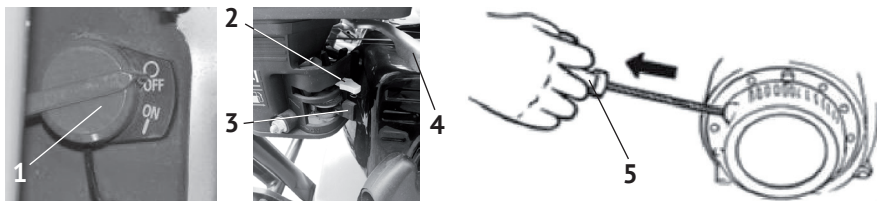

рис.3
- перевести выключатель зажигания (рис.3 поз.1) в положение «Включено» (ON);
- рычаг воздушной заслонки (рис.3 поз.2) перевести в крайнее левое положение «закрыто» при пуске холодного двигателя (для прогретого двигателя рычаг устанавливается в промежуточном положении);
- кран подачи топлива (рис.3 поз.3) повернуть вправо в положение «Включено» (ON);
- перевести рычаг дроссельной заслонки (рис.3 поз.4) приблизительно на 1/3 её хода от положения «Черепaha» к положению «Заяц»;
- медленно потяните за рукоятку стартера (рис.3 поз.5) до появления сопротивления, а затем резким движением вытяните трос на всю длину. Повторите
- перевести рычаг дроссельной заслонки (рис.3 поз.4) в положение «Черепашка» и дать двигателю поработать на холостых оборотах для охлаждения агрегатов.
- повернуть выключатель зажигания (рис.3 поз.1) в положение «Выключено» (OFF);
- перевести топливный кран (рис.3 поз.3) в положение «Выключено» (OFF).